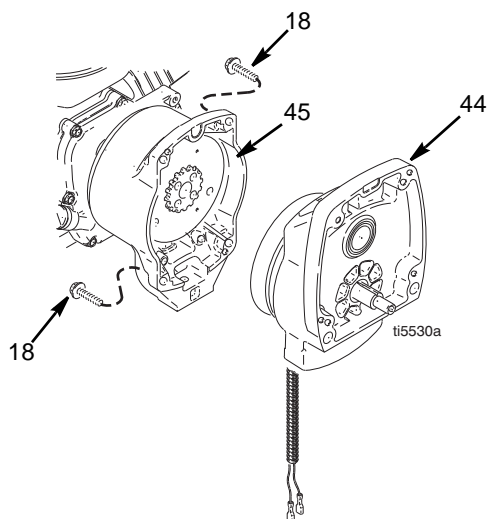
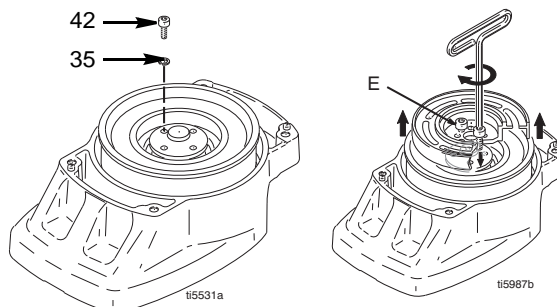

FIG. 4
FIG. 5
4. FIG. 4. Saque los cuatro tornillos (18) y el conjunto del piñón (44).
5. FIG. 5. Coloque el conjunto del piñón (44) en el banco, con el lado del rotor hacia arriba.
6. Retire los cuatro tornillos (42) y las arandelas de seguridad (35). Coloque dos tornillos en los orificios roscados (E) del rotor. Apriete, alternativamente, los tornillos hasta que salga el rotor.
9. FIG. 5. Coloque el conjunto del piñón en el banco, con el lado del rotor hacia arriba.
10. Aplique locktite a los tornillos. Instale los cuatro tornillos (42) y las arandelas de seguridad (35). Apriete, alternativamente, los tornillos a un par de 125 in-lb hasta que el rotor esté firmemente colocado. Utilice los orificios roscados para sujetar el rotor.
11. FIG. 4. Instale el conjunto del piñón (44) con los cuatro tornillos (18).